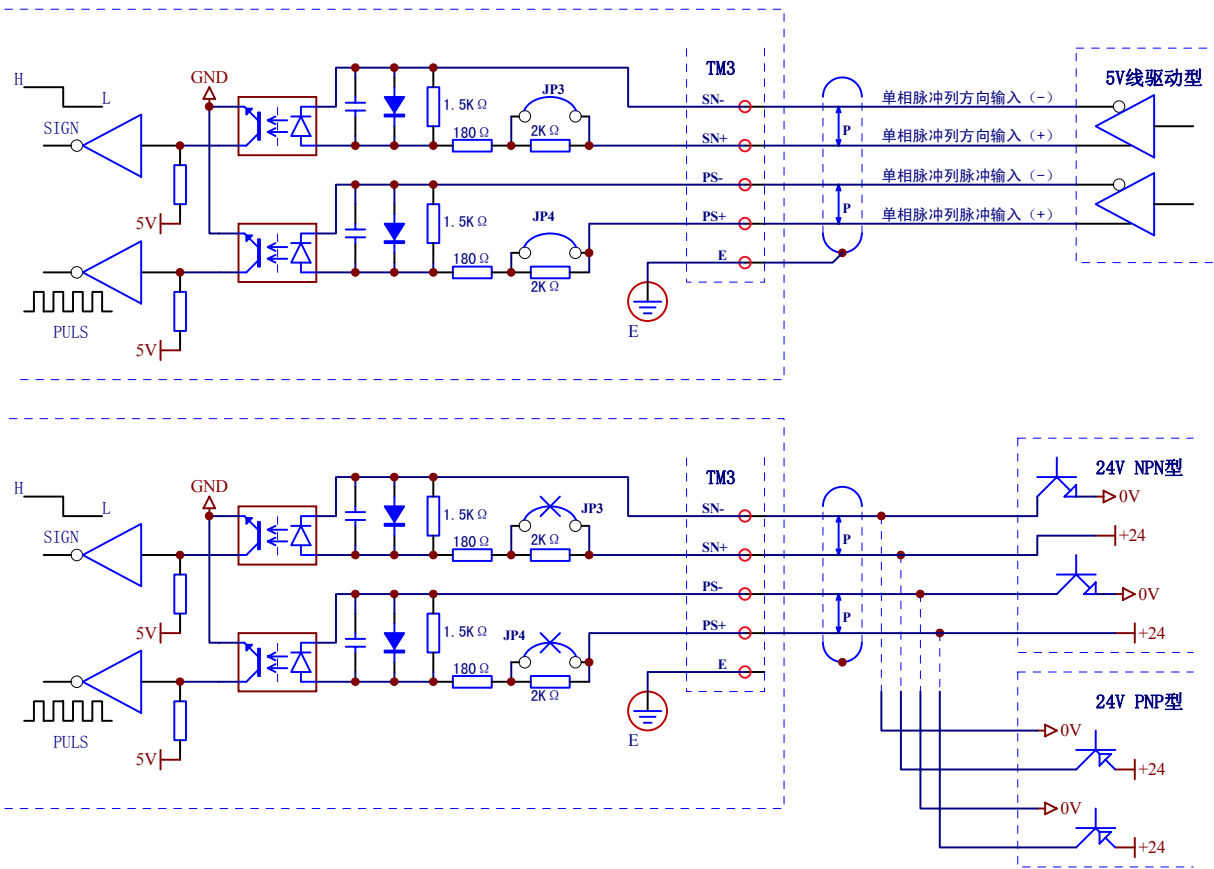

图 3.42 3.7kW~110kW 机型单相脉冲列输入回路构成与连接
*1 单相脉冲列输入回路构成与接线，如图 3.42 所示。若是 24V 电平信号输入，务必将跳线 JP3 和 JP4 剪断。